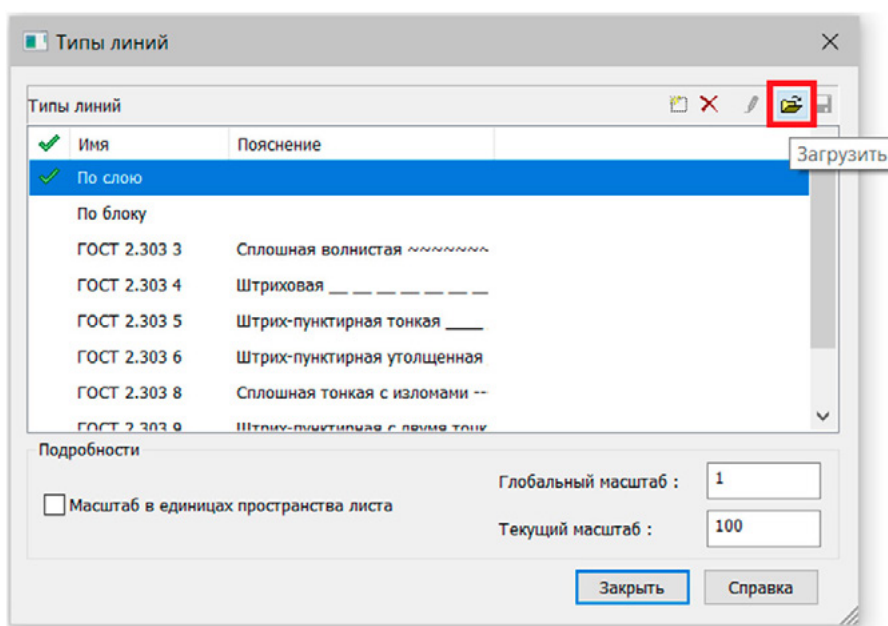

Рис. 10. Диалоговое окно **Типы линий**
- 2) в появившемся окне Типы линий выбираем Загрузить (рис. 10).
Как видно на рис. 10, при установке Платформа nanoCAD автоматически подгружает в \*.dwg-файлы типы линий согласно ГОСТ 2.303-68.